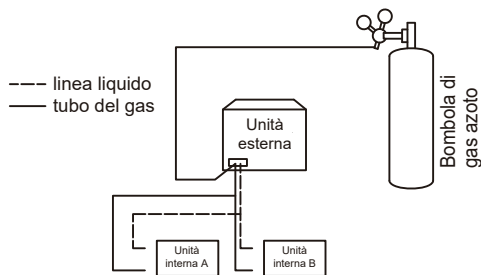

Figura 5.15
- Utilizzare dei tappi ciechi per bloccare tutte le aperture lato liquido (gas), ad eccezione dell'apertura sull'unità interna più lontana dalle unità esterne ("Unità interna A" nella Figura 5.15).